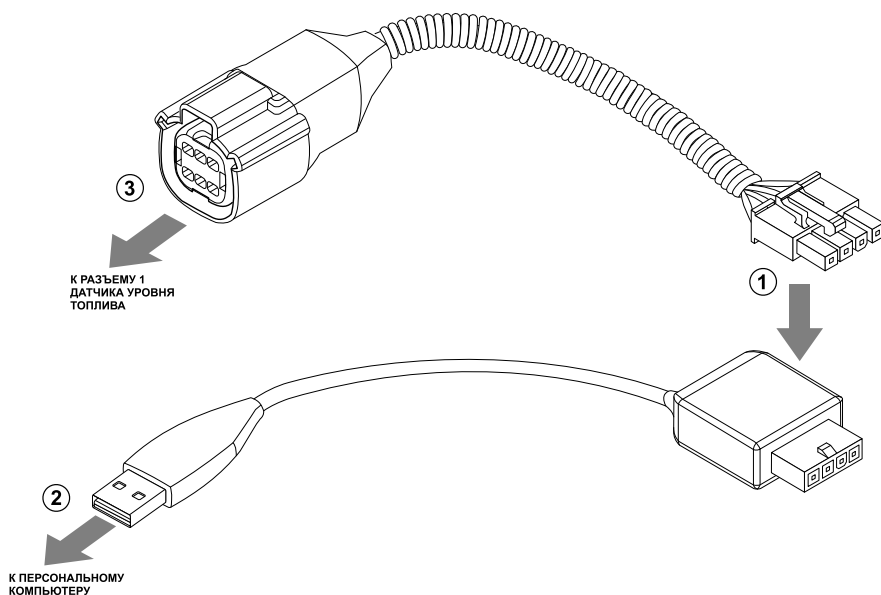

Рис.22. Подключение датчика к ПК
Первый способ предполагает подключение датчика к ПК или ноутбуку. Подключение датчика к ПК осуществляется с помощью преобразователя интерфейсов USB-RS485 (см. рис.22). Для корректной работы датчика с ПК, в операционной системе должны быть установлены драйверы на преобразователь интерфейсов.
- подключить четырехконтактный разъем преобразователя TKLS-Prog-485 к четырехконтактному разъему переходного кабеля (рис.22, п.1);
- подключить USB разъем преобразователя к ПК (рис.22, п.2);
- подключить другой конец переходного кабеля к Разъему 1 датчика уровня топлива (рис.22, п.3);